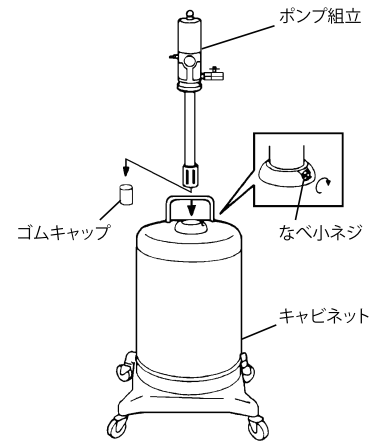

Fig. 1
- 1) キャビネットとポンプ組立を組付けてください。組付方法は、はじめにポンプ組立下部のゴムキャップを取外し、ポンプをキャビネットにセットし、なべ小ネジで固定してください。段ボールケース上面に表示されている<装置の組立>を参照してください。(Fig. 1)